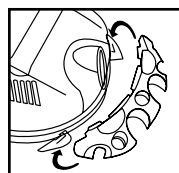

FIGURA 10
11. Con la parte posterior de la unidad mirando hacia usted, tome el porta-herramientas y colóquelo con las lengüetas mirando hacia la parte posterior de la unidad. **FIGURA 10**.